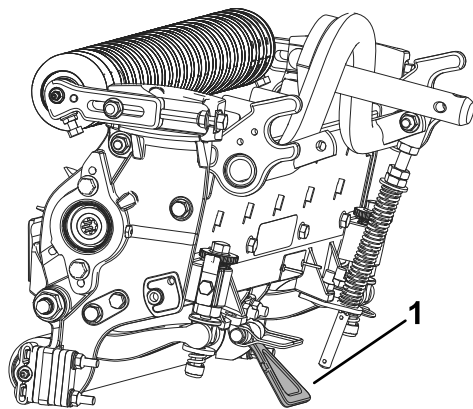

図 9
**重要** ユニット左右についているベッドバー調整ねじのナットが床に当たっていないことを確認してください 図 9。